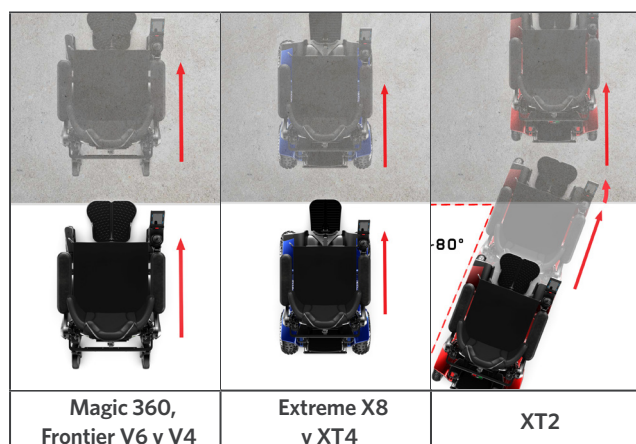

Figura 3.1 – Cómo acercarse a un obstáculo
ambas ruedas delanteras lo toquen al mismo tiempo (Figura 3.1).
- XT2: acérquese al obstáculo de manera que ambas ruedas lo toquen al mismo tiempo o en un ligero ángulo (Figura 3.1).